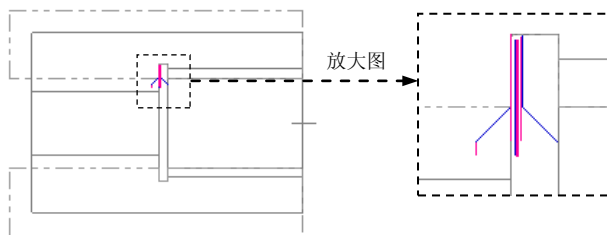

图 8.10.6 刀具路径
Step3. 在“车削径向车 属性”对话框中单击按钮，完成加工参数的选择，此时系统将自动生成图 8.10.6 所示的刀具路径。
(1) 在“操作管理”中单击上一步创建好的刀路节点，系统弹出“刀路模拟”对话框及“刀路模拟控制”操控板。
(2) 在“刀路模拟控制”操控板中单击  按钮，系统将开始对刀具路径进行模拟，结果与图 8.10.6 所示相同，在“刀路模拟”对话框中单击  按钮。